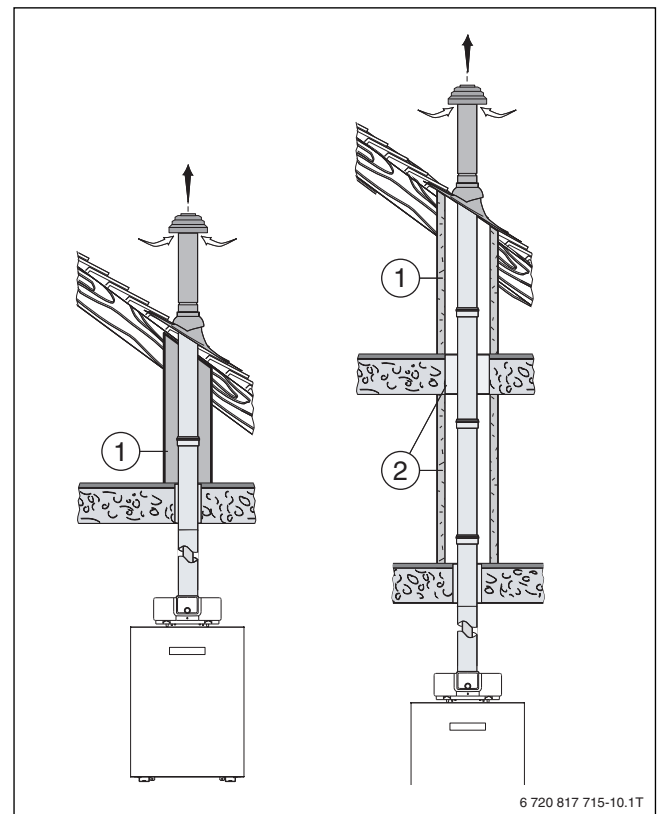

Fig. 2 Tubo de aire/gases de escape
- En caso de encontrarse sólo la construcción del techo directamente sobre la sala de instalación, el conducto de gases de escape debe revestirse entre el borde superior del techo de la sala de instalación y el revestimiento del techo. Para ello basta un material de construcción no inflamable, no deformable o un tubo metálico de protección (→ fig. 2, [1]) Si se determina la duración de resistencia al fuego para el techo, esta también será aplicada para el revestimiento.
- En el momento de entubar el conducto de aire/gases de escape fuera de la sala de instalación hasta la cubierta debe incluirse un canal con la clase de resistencia al fuego L30 (F30) o L90 (F90) (→ fig. 2, [2]). Para ello utilizar construcciones de chimeneas homologadas.